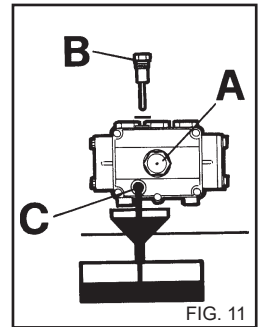

FIG. 11
Verifique periodicamente o nível do óleo da bomba de alta pressão através do indicador (fig. 11 A) ou da vareta de controlo do nível (fig. 11 B).
- 2) Desaperte o tampão com a vareta de controlo do nível (fig. 11).